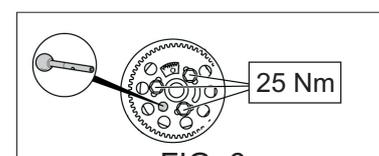

FIG. 6
- 9 *Motores TDi*: Desmontar el pasador de bloqueo del árbol de levas y apretar los tornillos del piñón del árbol de levas al par indicado (25 Nm) [FIG. 6].